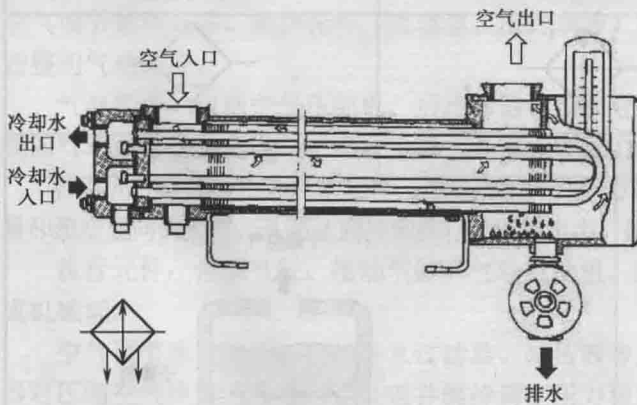

图 1-1-10 水冷式后冷却器
(2) 后冷却器: 通过风冷或水冷的方法将压缩空气的温度降低, 以便在后续过程中将压缩空气中的水、油分离出来。图 1-1-10 为水冷式后冷却器, 其工作原理为利用循环冷却水降温, 冷却水在管中流动, 热空气在管外流动, 使其中大部分水蒸气和油雾凝聚成液态的水滴和油滴, 即利用热交换原理。